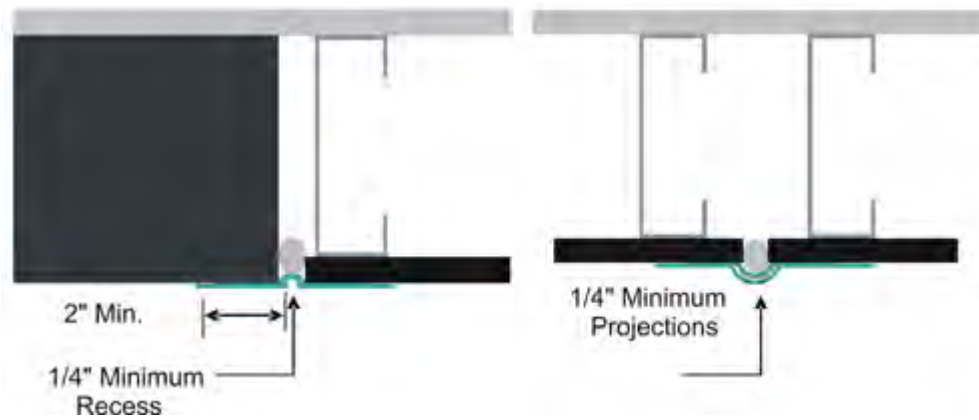

Figure 4
5.1.2.1. La largeur du treillis AquaFlash doit chevaucher chaque côté du joint d'un minimum de 51 mm (2 po) – Figure 4.